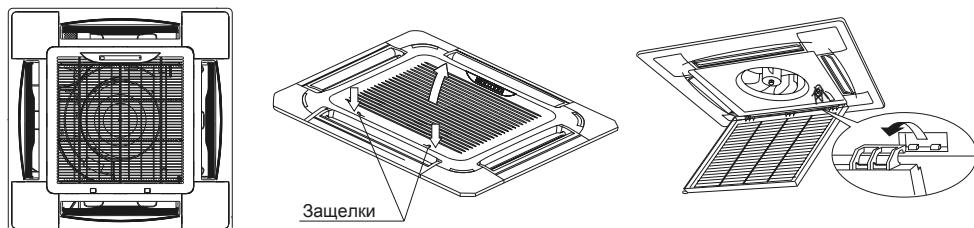

Рис. 2
- Перед установкой панели отсоедините решетку с воздушным фильтром (рис. 2).